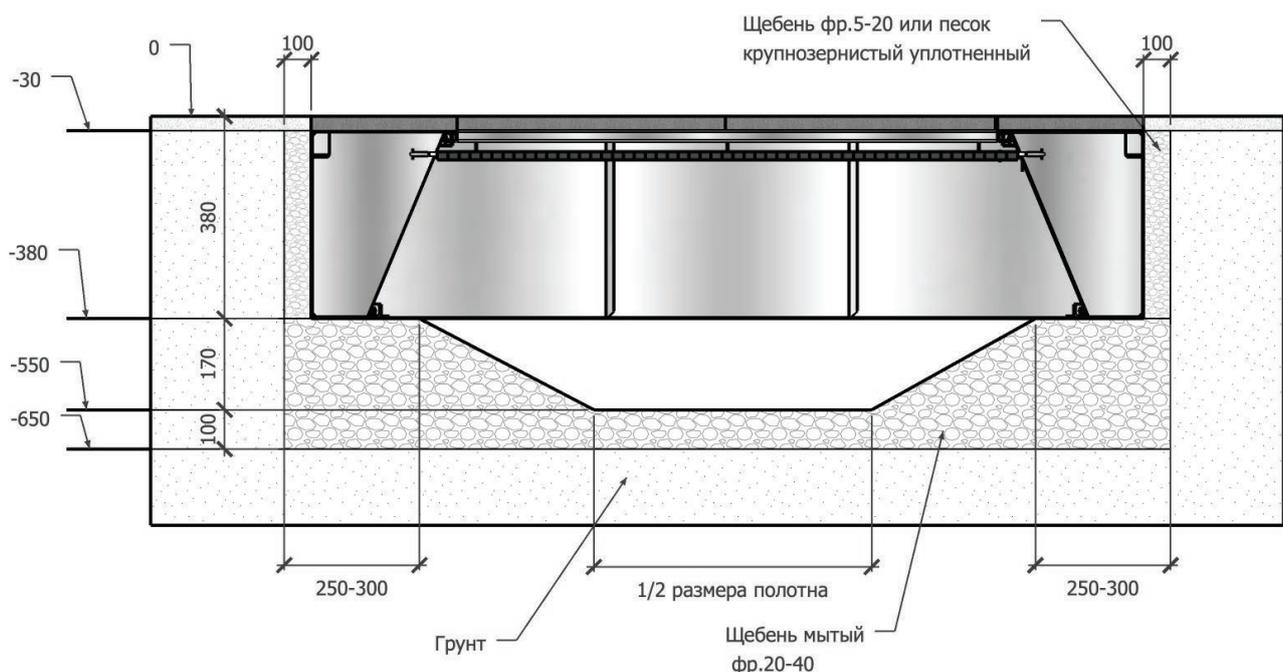

Рис. 1. Схема монтажа для I-II зон снеговой нагрузки.
2. Распределите щебень так, чтобы в центре получилась воронка с глубиной в центре на отметке -550 мм, а по периметру опорная площадка шириной 250-300 мм на отметке -380 мм (рис.1)